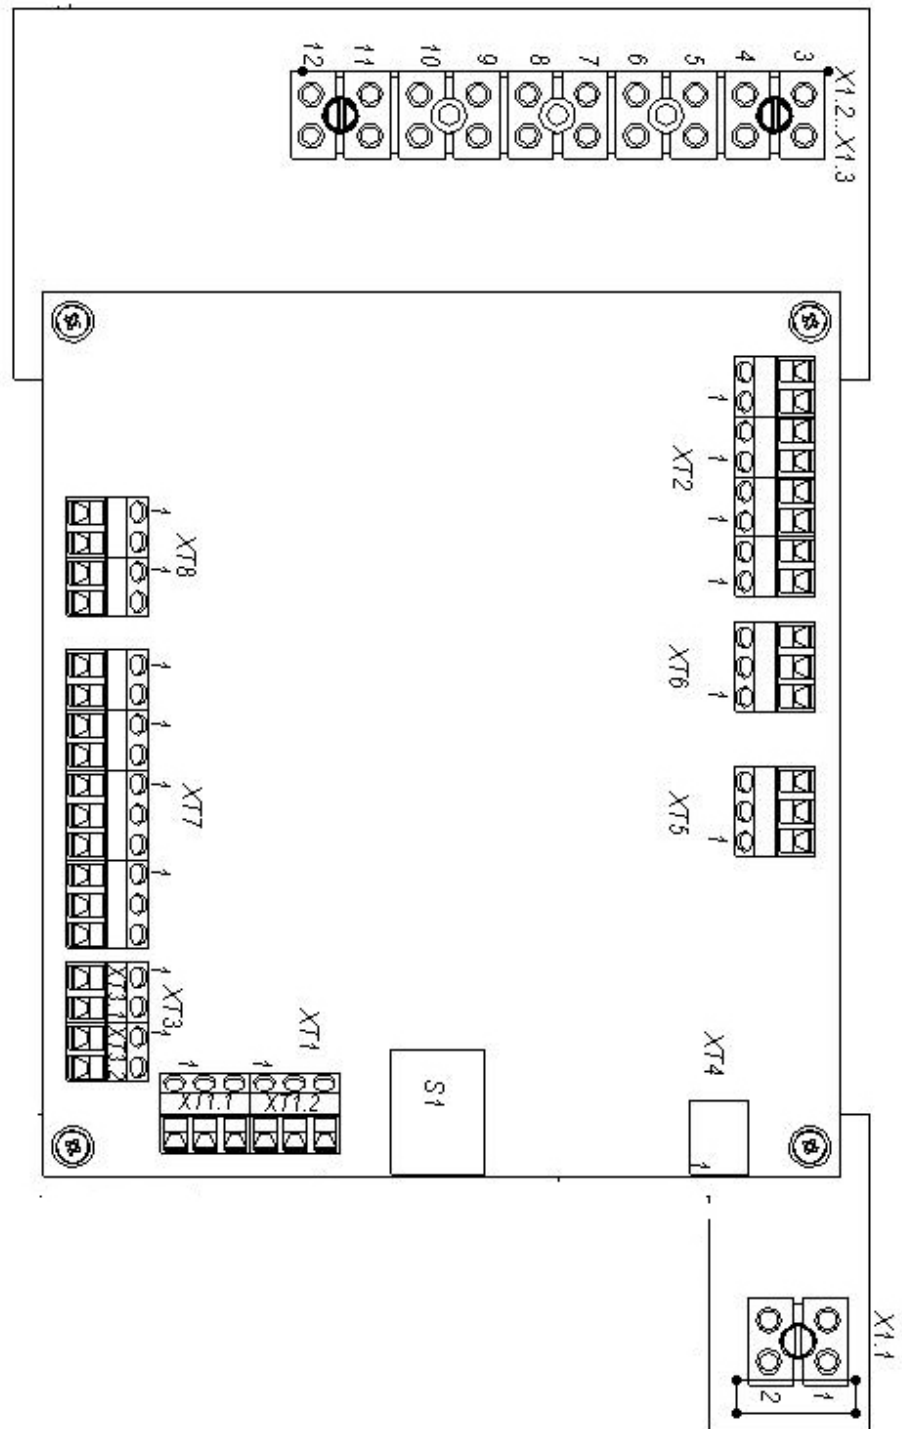

Рисунок 3.б – Внешний вид клеммной колодки турникета и клеммных колодок платы контроллера.
5.2.3 Внутри балки расположена плата контроллера и клеммная колодка турникета X1 (рисунок 3), к которым кабелями (10-12) подключаются соответственно пульт управления, источник питания и устройство радиоуправления (при его использовании); подключение производится в соответствии со схемой подключения ЭП и дополнительного оборудования (см. рисунок А.1 Приложения А). Схема внутренних соединений ЭП приведена на рисунке А.2 Приложения А.
5.2.4 Пульт управления выполнен в виде небольшого настольного прибора в корпусе из ударопрочного полистирола и предназначен для задания и индикации режимов работы при ручном управлении ЭП. Пульт управления подключается к плате контроллера гибким многожильным кабелем (10) через клеммную колодку "XT2" (см. рисунок 3).
На лицевой панели пульта управления расположены три кнопки для задания режимов работы ЭП. Над кнопками расположены индикаторы. *Средняя* кнопка *DUST* (далее – кнопка "*Запрет прохода*") предназначена для перевода ЭП в режим "*Запрет прохода*". *Левая* и *правая* кнопки (далее – кнопки "*Разрешение прохода*") предназначены для разблокировки вращения ротора ЭП в выбранном направлении. Изменить ориентацию пульта управления относительно установки ЭП (если на месте установки зона прохода обращена к оператору не лицевой, а тыльной стороной) можно, поменяв местами провода от пульта управления, подключаемые на контакты *DUA* и *DUB*, а также *Led A* и *Led B* соответственно (рисунок 3 и рисунок А.1 Приложения А).
5.2.5 На плате контроллера (рисунок 3) расположены:
Рисунок 3 а – Внешний вид платы контроллера
5.3.2 Подключение указанных в п. 5.3.1 автономных устройств производится с помощью кабелей (10) и (12) к соответствующим клеммной колодке “ХТ2” платы контроллера (рисунок 3) и клеммной колодке турникета Х1(подключение питания устройства радиуправления) в соответствии со схемой подключения (рисунок А.1 Приложения А).